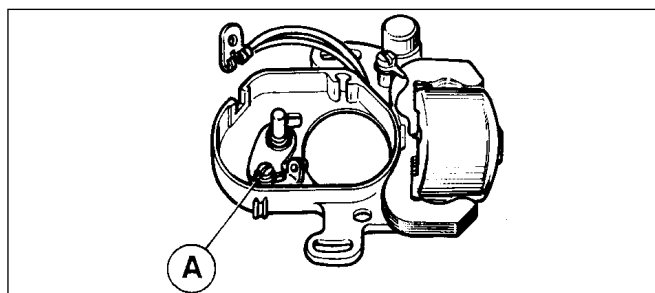

Abb. 9
- Lösen und Entfernen Sie Feststellschraube **A** des Festkontakts (Abb. 9) Untersuchen Sie die Kontakte und tauschen Sie sie erforderlichenfalls aus.